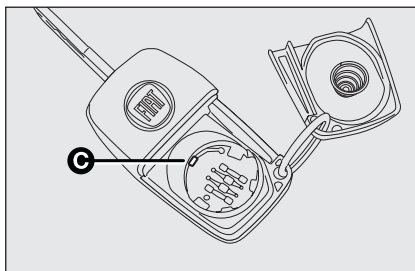

fig. 8
- la nuova pila va inserita sotto il dentino **C**-fig. 8 di fermo; quindi riposizionare lo sportellino e premerlo fino a sentire lo scatto di bloccaggio.